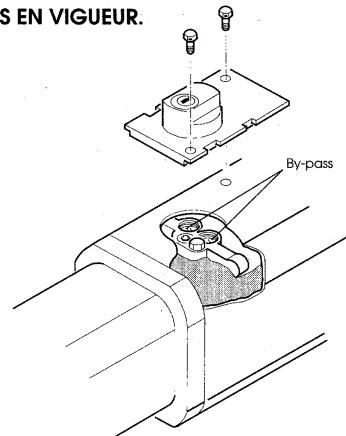

Fig. 11
Le réglage du seuil de déclenchement se fait en agissant sur les vis de by-pass après avoir dévisser les vis de fixation du dispositif de déverrouillage comme indiqué en Fig. 11.
**N.B.:** Pour s'assurer qu'aucune personne non autorisée ne viole le système et ne modifie le réglage effectué, il est possible de sceller les trous débouchants pratiqués sur les vis de fixation du dispositif de déverrouillage (Fig. 11).